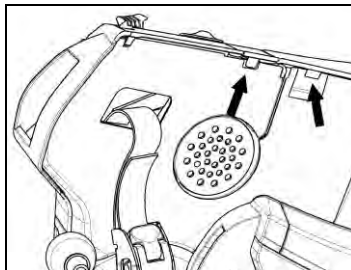

Fig. 17
- Reposicionar o revestimento de plástico da almofada, posicionando-o atrás dos dois ganchos de fixação (Fig. 17).